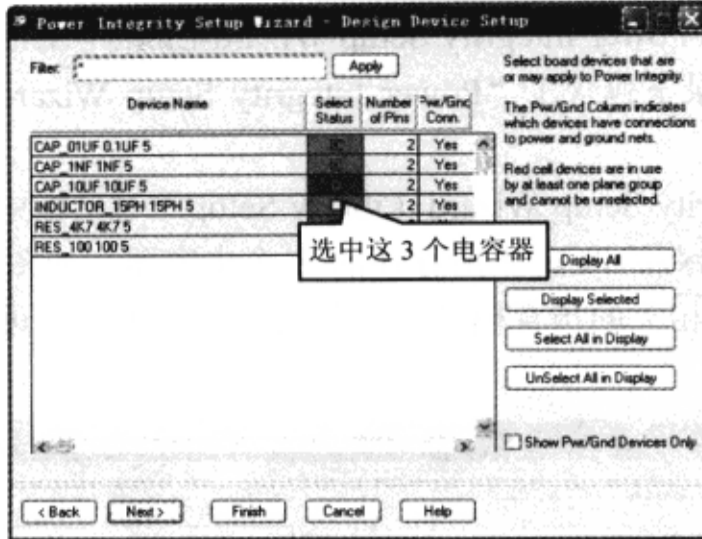

图 10-7-40 “Power Integrity Setup Wizard-Design Device Setup” 对话框
(1) 单击 CAP\_01UF、CAP\_1NF 和 CAP\_10UF 旁边“Select Status”一栏下复选框，选中这 3 个元器件，在电源完整性分析中并不会用到剩下的 3 个元器件，如图 10-7-40 所示。